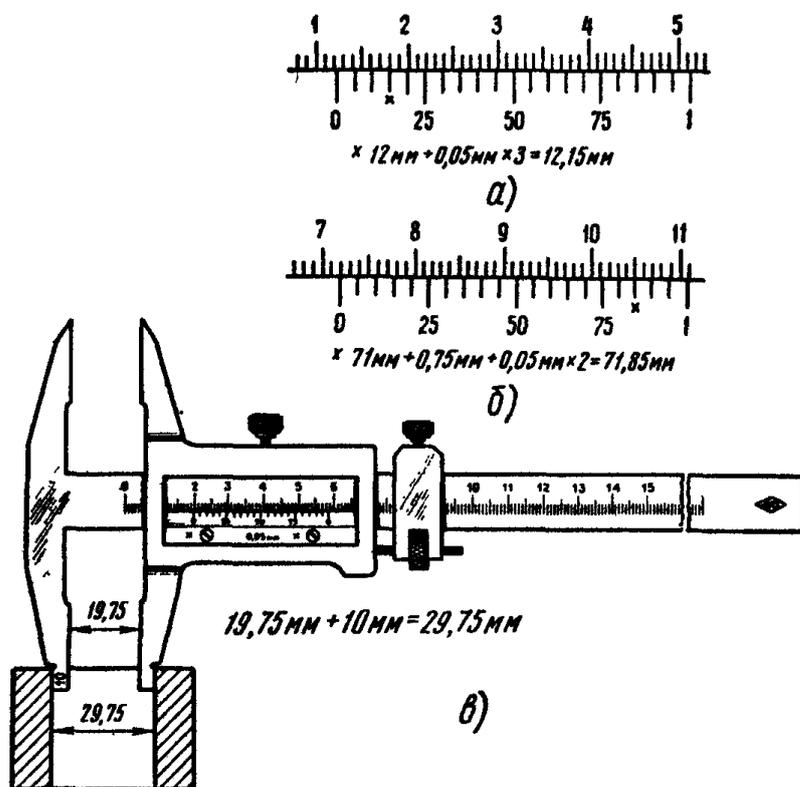

Рис. 6. Примеры отсчета при измерениях:
-найти штрих нониуса, совпадающий со штрихом шкалы штанги. К ближайшей слева цифре, обозначающей сотые доли миллиметра, прибавить результаты умножения величины отсчета на порядковый номер короткого штриха нониуса, совпадающего со штрихом штанги, считая его от длинного оцифрованного штриха. Примеры показаны на рис. 6, а, б;
-при внутреннем измерении (рис.6, в) к показаниям штангенциркуля прибавляется толщина губок (10 мм), указанная на них.